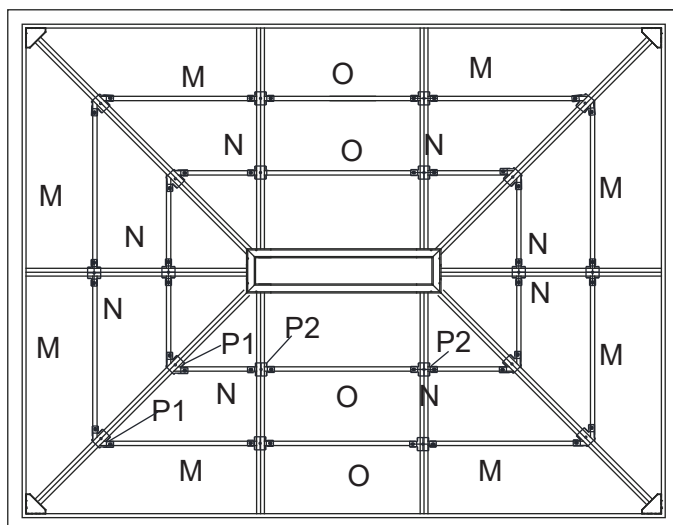

Figure 10-5
10.5 . Répéter l'opération pour tous les côtés. Serrer tous les boulons. Voir figure 10-5.